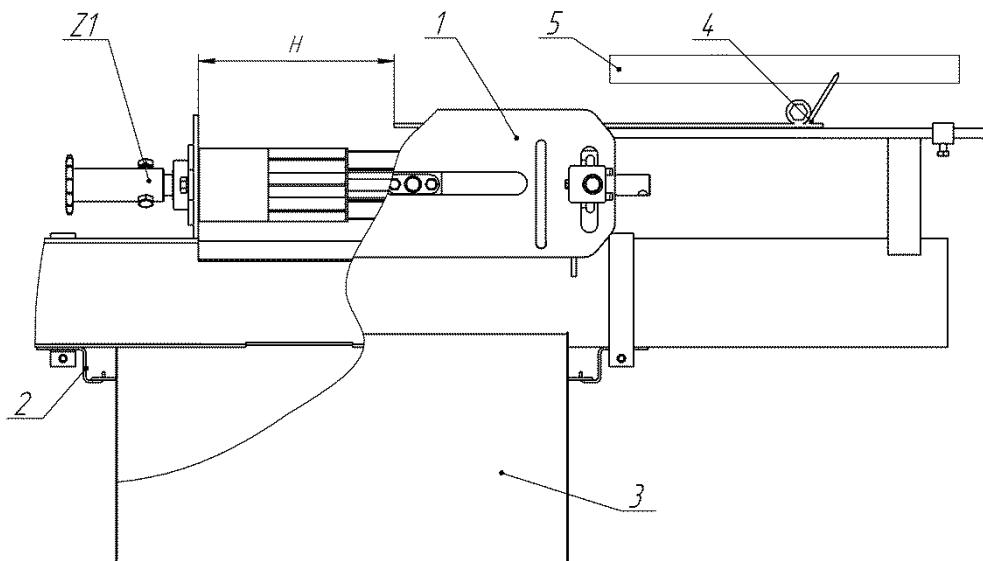

Рис.6 Подготовка к настройке нормы высева
4.7. Открывать шиберные задвижки поз.4 рис.6 выгрузных окон отсеков бункера при работе высевающего аппарата следует на размер **H=280-300 мм**.
4.8. На внутренние концы валов высевающих аппаратов установить звездочки Z1 рис.6.